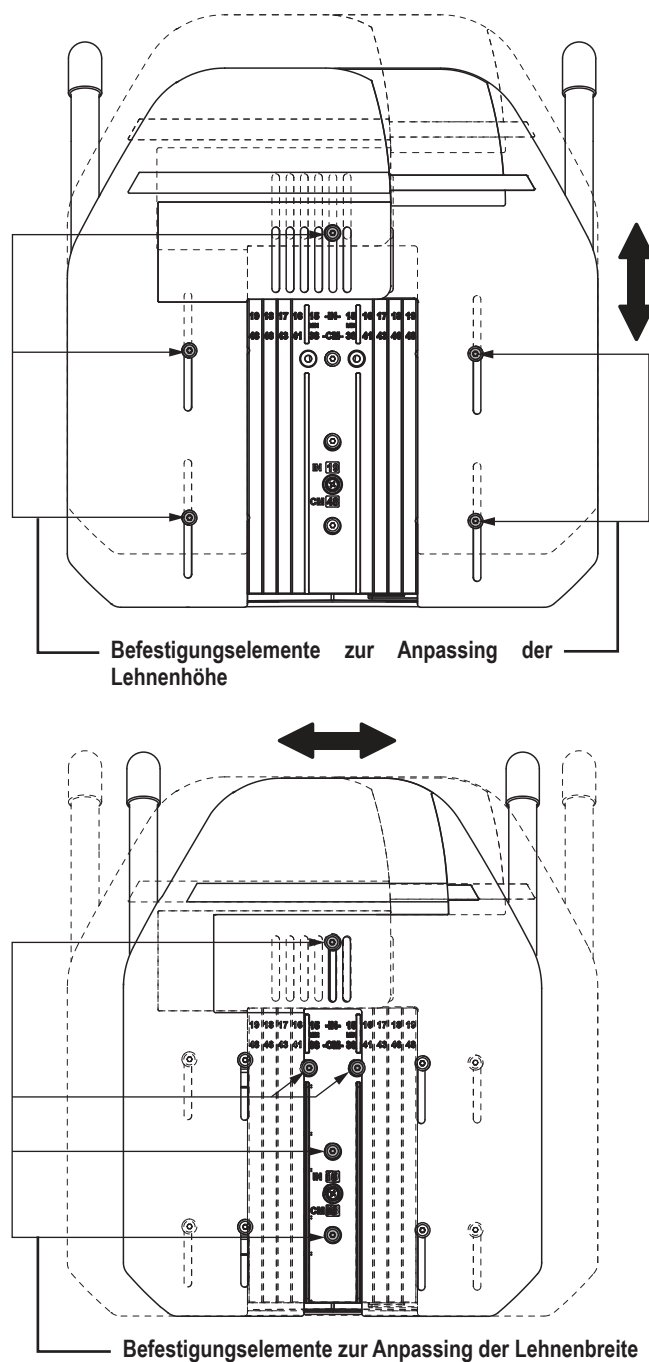

Abbildung 15. Höhen- und Breitenanpassung der TB-Flex Rückenlehne
1. Die Befestigungselemente lösen. **Siehe Abbildung 15.**
1. Lockern Sie die Einstellschrauben, die mit den gewünschten Anpassungen korrespondieren. **Siehe Abbildung 15.**